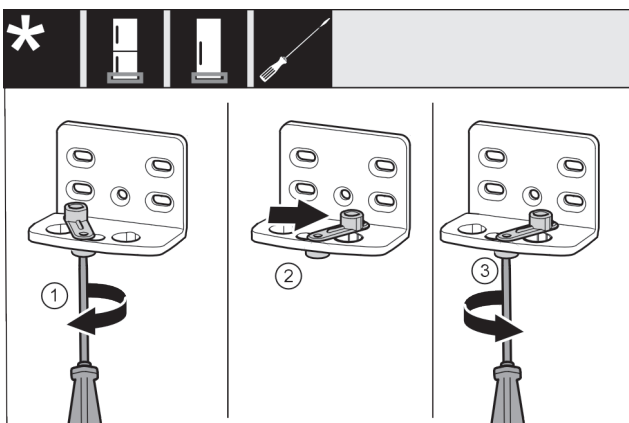

Fig. 18
- Visser sans serrer la vis Fig. 18 (1) avec un tournevis.
- Soulever l'aide à la fermeture de la porte Fig. 18 (2) et la tourner à 90° vers la droite dans l'alésage.
- Serrer la vis Fig. 18 (3) avec un tournevis.